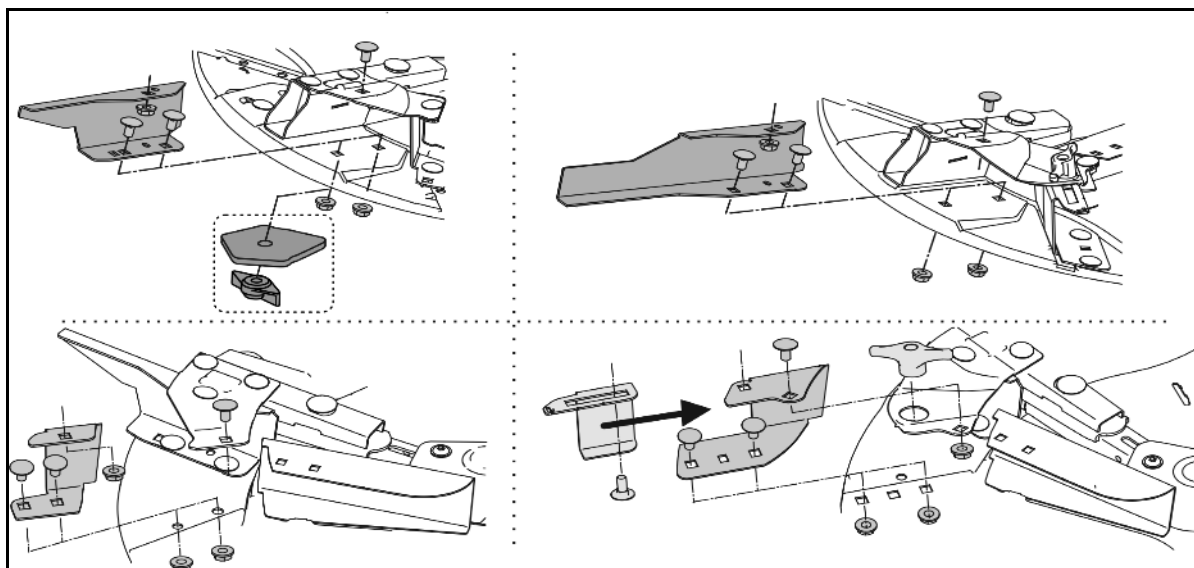

Fig. 71
3. Kontrollér, at reguleringsspjældet (Fig. 71/1) har en let gang, og efterjuster evt. stopringe.